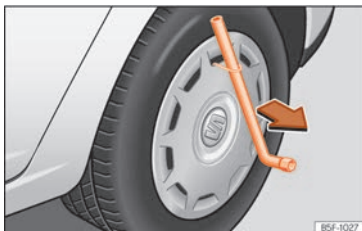

Fig. 72 Retirar el embellecedor integral.
- Retire el embellecedor integral de la rueda con el gancho de alambre »» **fig. 72.**